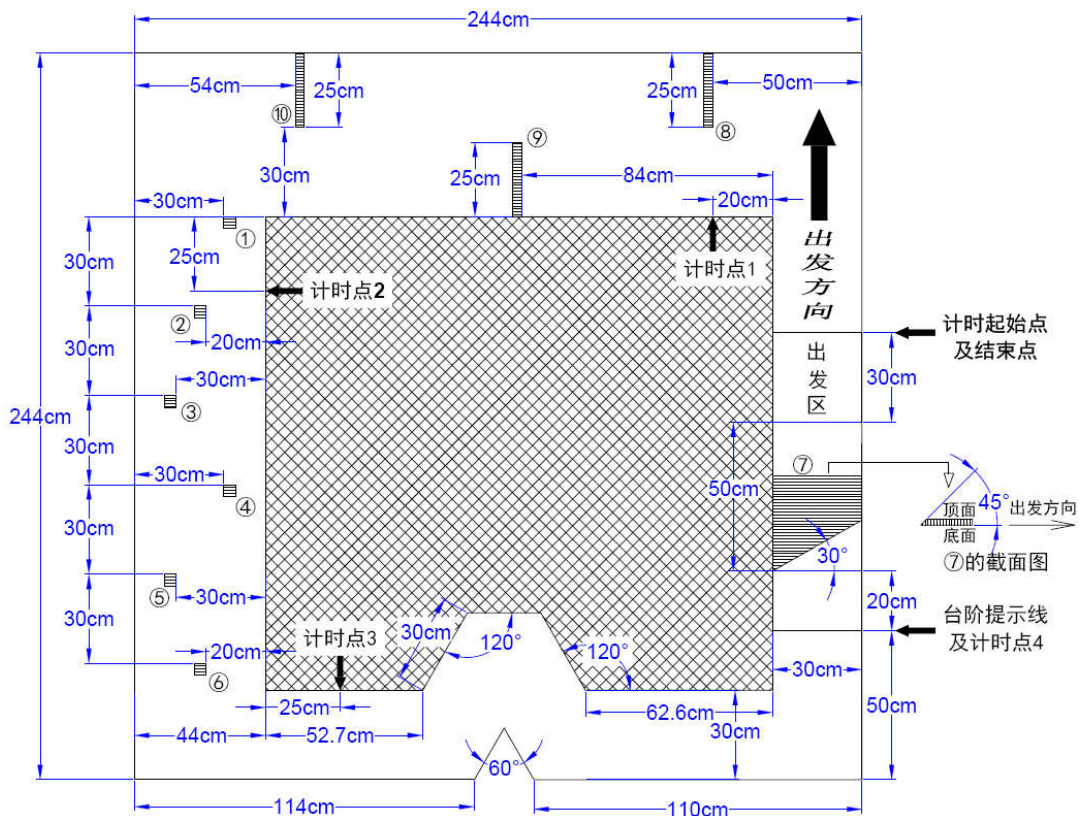

图 1 比赛场地俯视图
1. 比赛场地由细木工板(尺寸规格:宽度 122.0cm,长度 244.0cm,厚度不定)拼接而成，其平面俯视图如图 1 所示。比赛场地表面不进行刷漆或打蜡等任何附加处理。允许细木工板拼接处存在 0.2cm 以内（含 0.2cm）的高度差，拼接处的接缝由白色防滑胶带粘贴和覆盖。